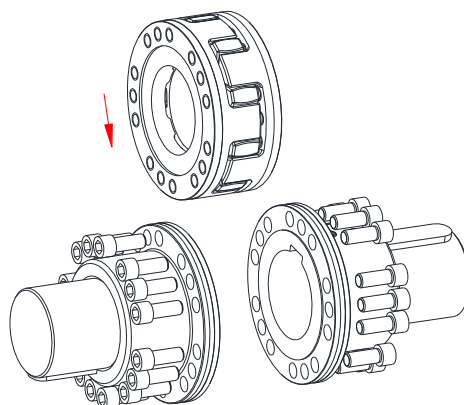

Fig. 16 : Montage de l'ensemble
- Puis insérer cet ensemble entre les brides d'accouplement (voir Fig. 16).